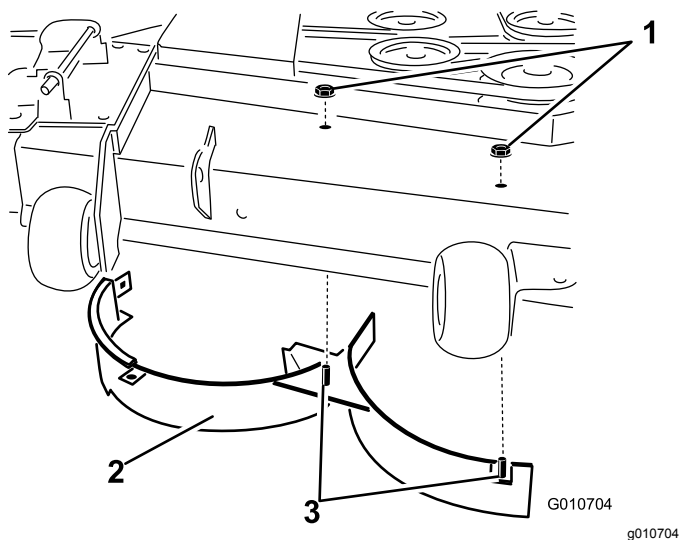

Figure 35
11. Retirez les deux contre-écrous (5/16") qui fixent les montants soudés du déflecteur droit sur le dessus du plateau de coupe, au centre et à droite du centre (Figure 35).
12. Retirez le boulon de carrosserie et le contre-écrou qui fixent le déflecteur droit sur le haut du plateau de coupe. Déposez le déflecteur droit du plateau de coupe (Figure 35).